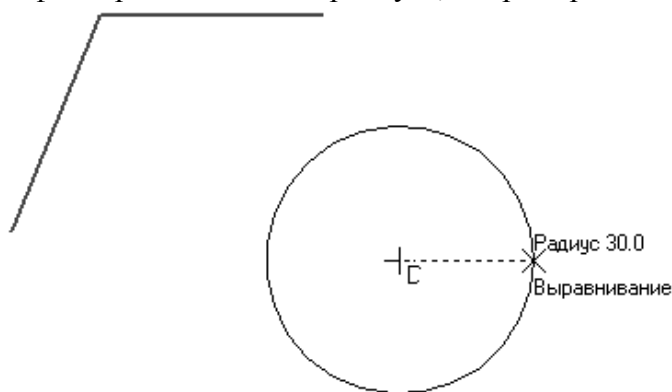

Рис. 2.7. Создание окружности
1. Нажмите кнопку Окружность на панели инструментов Геометрия. Щелкните кнопкой мыши в любой точке документа, в которой будет находиться центр создаваемой окружности. Отведите мышь в сторону, «растягивая» окружность, и щелкните кнопкой мыши, зафиксировав значение радиуса, например 30 мм (рис. 2.7).